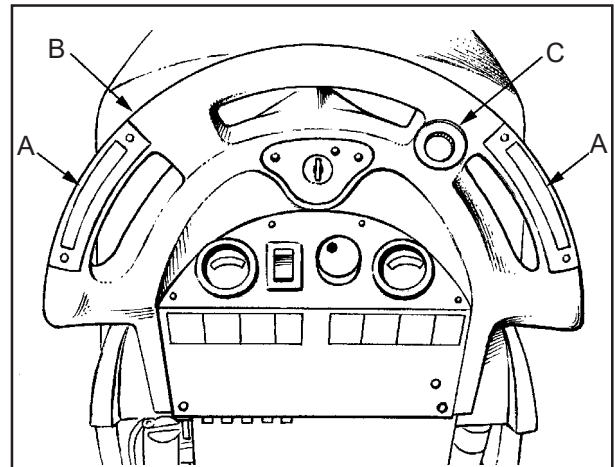

Abb. 21
5. Wenn entweder der rechte oder linke Vorwärts-/Rückwärts-Schalter gedrückt sind (Abb.21, Punkt A), bewegt sich die Maschine vorwärts.
8. Zum Rückwärtsfahren der Maschine drücken Sie den weißen Rückwärtsknopf hinein (Abb.21, Punkt B) und gleichzeitig entweder den linken oder rechten Vorwärts-/Rückwärts-Schalter (Abb.21, Punkt A).